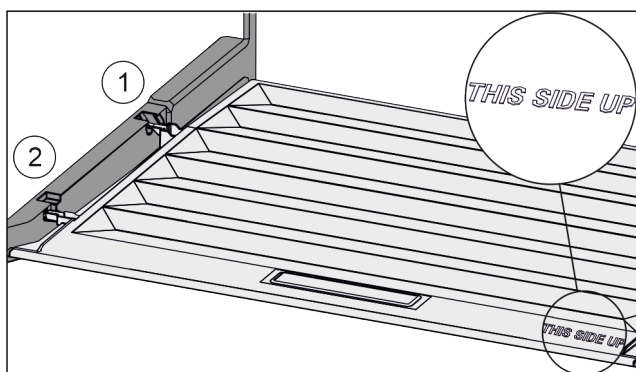

Fig. 151
- ▶ Skyv inn dekseltrinn via åpningen til bakre holder Fig. 151 (1) og klikk dem på plass i fremre holder Fig. 151 (2).